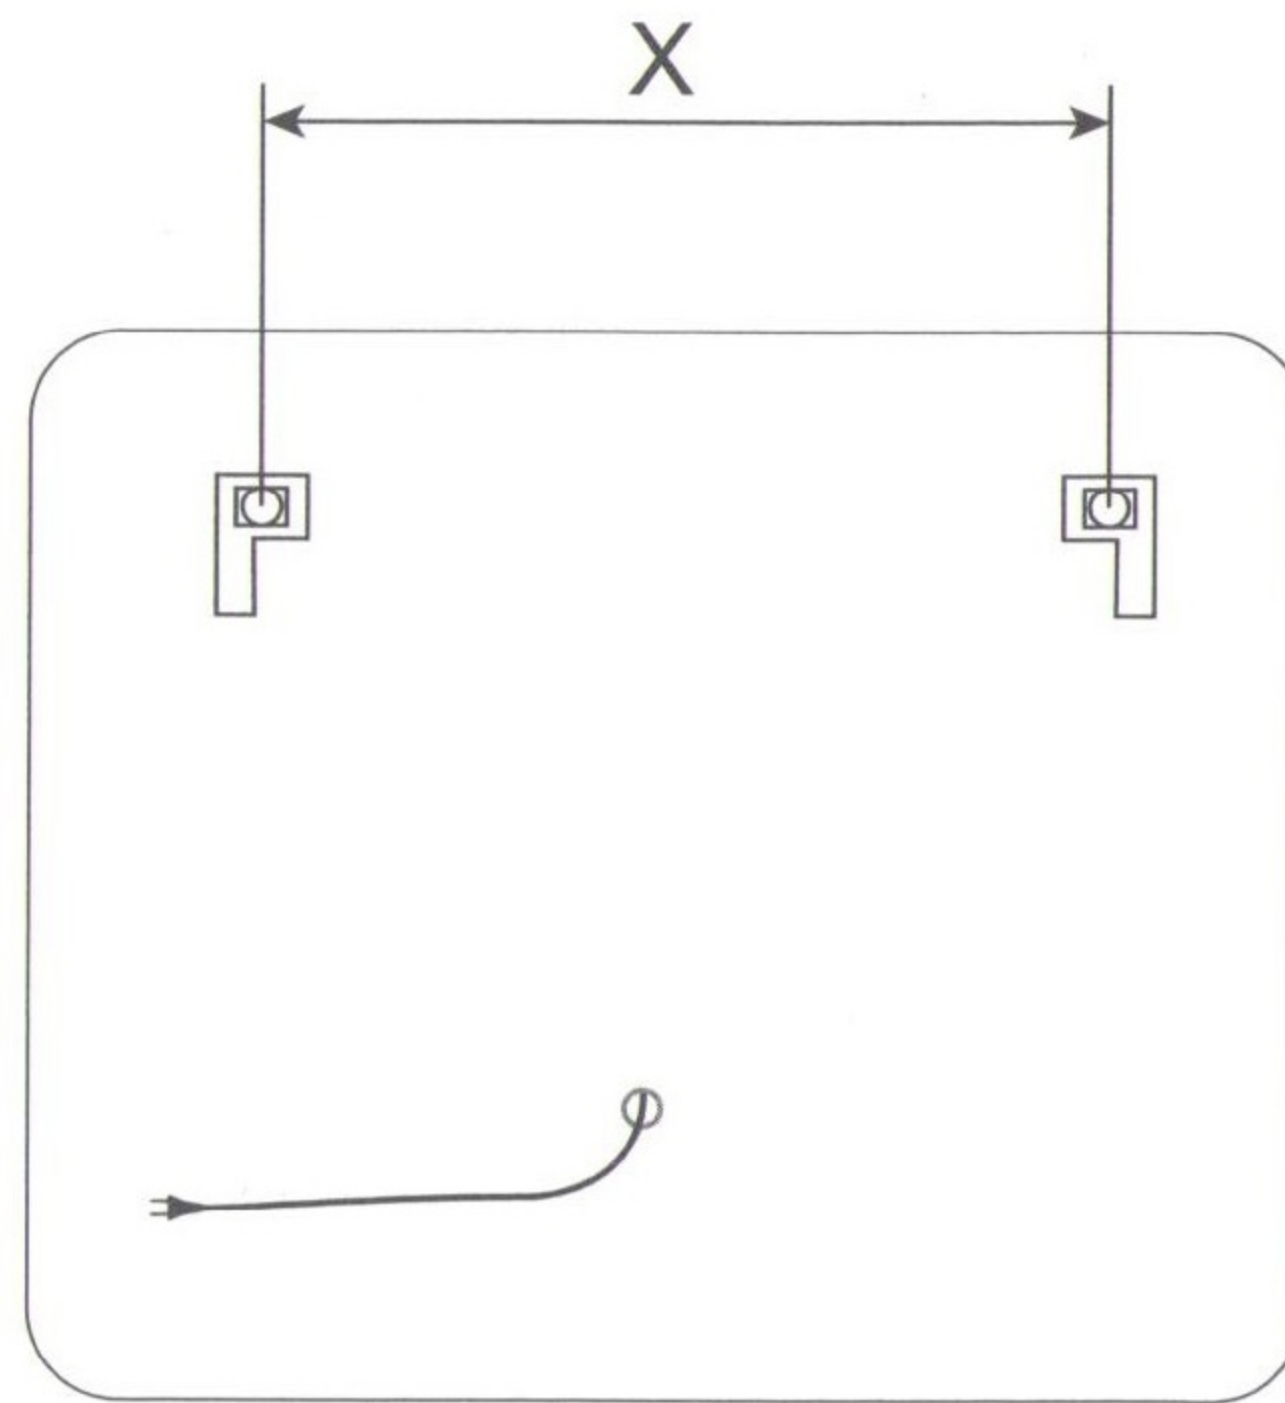
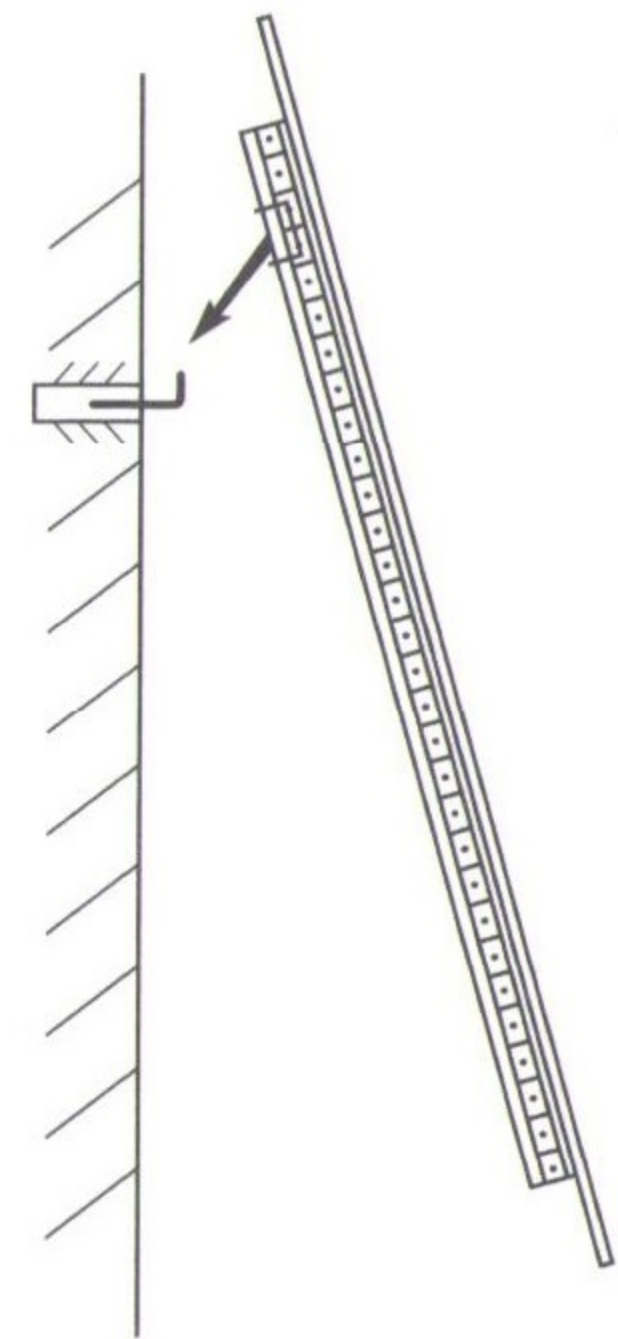

Рис. 2 Обратная сторона зеркала
Рис. 3
1. Замерьте расстояние X - расстояние между центрами монтажных отверстий/петель (рис. 2).
2. Используя уровень и рулетку разметьте на стене места под крепежные элементы (X) и просверлите отверстия под них, используя сверло соответствующее диаметру дюбеля.
4. Аккуратно поместите зеркало на крепежные крюки (рис. 3).